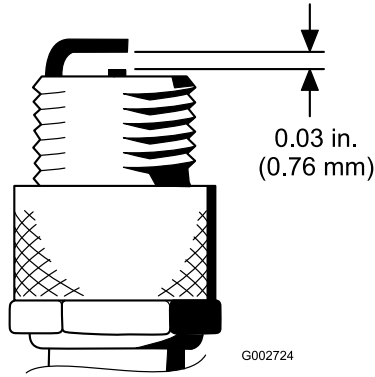

Figure 38
4. Réglez l'écartement entre les électrodes centrale et latérale à 0,76 mm, comme montré à la Figure 38.